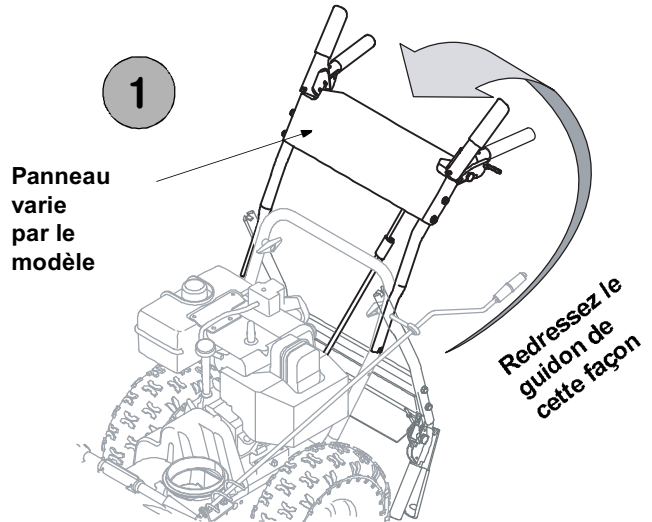

Figure 1
1. Vérifiez que tous les câbles sont enfoncés dans les rainures des galets de guidage qui se trouvent à l'arrière de la souffleuse, avant de relever le guidon supérieur jusqu'à ce qu'il s'emboîte sur le guidon inférieur. Voir la Figure 1.
3. Serrez les deux boutons pour bien maintenir le guidon supérieur sur le guidon inférieur. Voir la Figure 1.